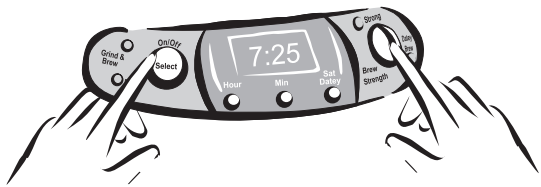

Figure 9
- Appuyez sur le bouton DELAY BREW (infusion différée) jusqu'à ce qu'il clignote. Appuyez deux fois sur SELECT, le témoin BREW ONLY (infusion seulement) s'allumera et le témoin DELAY BREW restera allumé, mais sans clignoter. La cafetière est ainsi réglée pour infuser à heure choisie. Voyez la figure 9. Choisissez alors la force voulue du café.